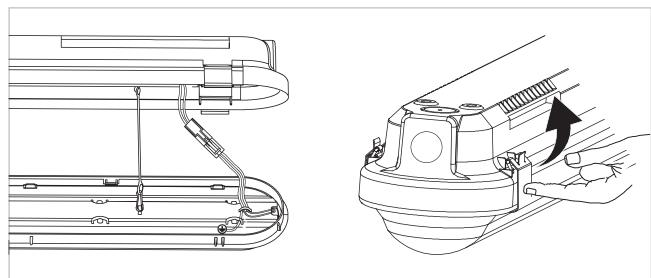

Abb. 9: Leuchte verschließen
6. Bringen Sie die Abdeckung wieder in ihre ursprüngliche Position und schließen Sie die Halteklemmen. (Abb. 9)